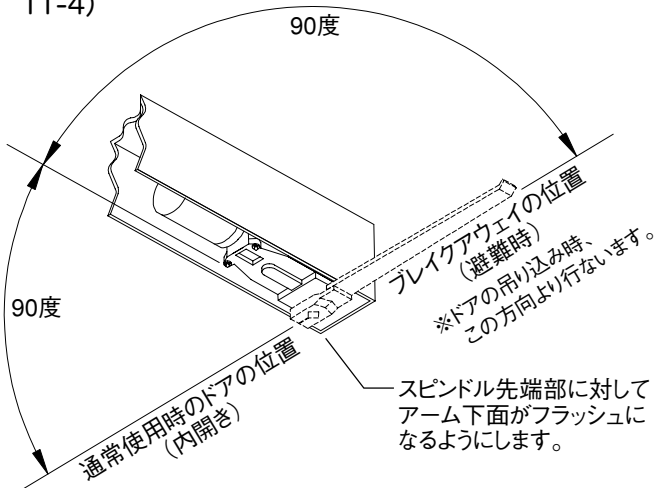

図11-3
11.3 工場からオペレーターが届き、ヘッダーに取り付けた時には、スピンドルは通常使用の位置ではなく、緊急退出ブレイクアウェイの位置(内開きの場合)にあります。このようにオペレーターアームが取り付けられた時に注意しなければいけないことは、スピンドルはすでに緊急退出の位置にあり、アームはその方向に向いているとして取り付けなければなりません。アームを取り付ける前に、アームのブレイクアウェイ(避難)の位置を決定して下さい。(図11-3) ※オペレーターの左右勝手も同時にご確認下さい。